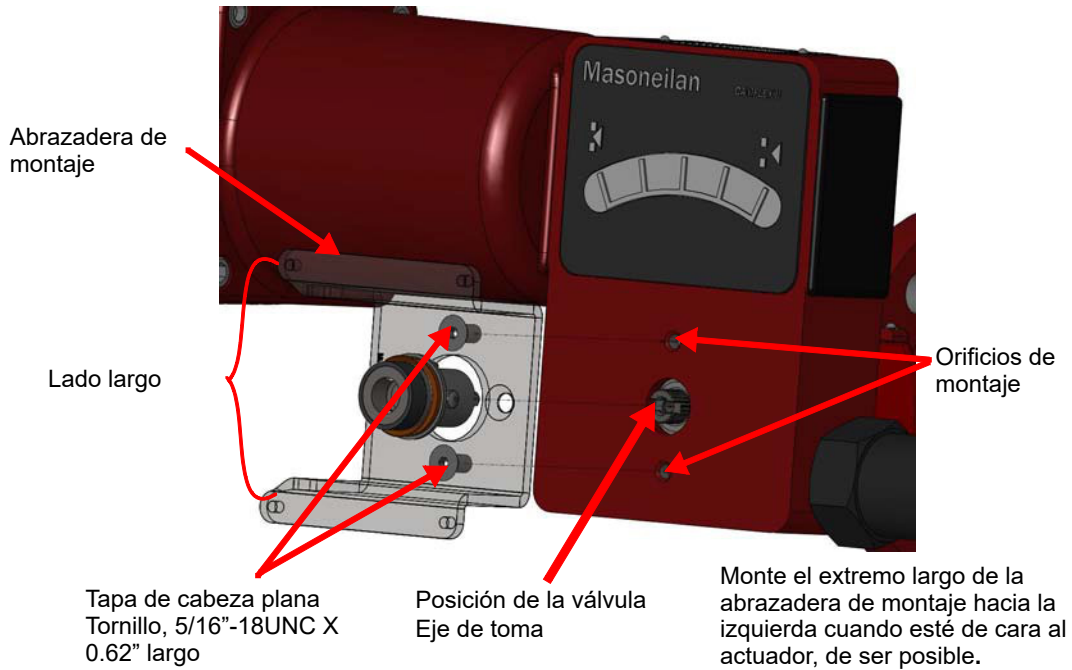

Figura 14 - Abrazadera de montaje rotativa a válvula del actuador
1. Conecte la abrazadera de montaje al actuador (Figura 14).